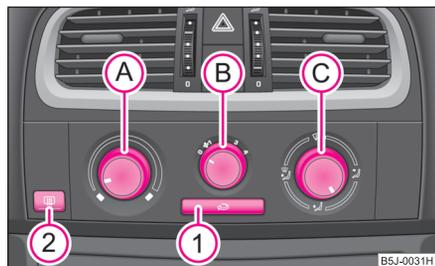

Abb. 93 Heizung: Bedienelemente
- Drehen Sie den Drehregler (A) ⇒ Abb. 93 nach rechts, um die Temperatur zu erhöhen.
- Drehen Sie den Drehregler (A) nach links, um die Temperatur zu senken.
- Drehregler **(A)** → Seite 79, Abb. 93 bis zum Anschlag nach rechts,
- Drehregler **(A)** → Seite 79, Abb. 93 bis zum Anschlag nach links,
- Drücken Sie die Taste , das Tasten-Symbol  leuchtet auf → Seite 79, Abb. 93.
Wenn der Luftverteilungsregler  in der Position  ⇒ Seite 79, Abb. 93 steht, wird der Umluftbetrieb automatisch ausgeschaltet. Durch wiederholtes Drücken der Drucktaste  können Sie auch in dieser Stellung den Umluftbetrieb wieder einschalten.
Die Luftzufuhr für die einzelnen Düsen stellen Sie mit dem Luftverteilungsregler  ein ⇒ Seite 79, Abb. 93. Die Luftaustrittsdüsen 3 und 4 können einzeln geschlossen und geöffnet werden.
Aus den geöffneten Luftaustrittsdüsen strömt je nach Stellung des Drehreglers  ⇒ Seite 79, Abb. 93 und nach Klimabedingungen erwärmte oder nicht erwärmte Luft. ■